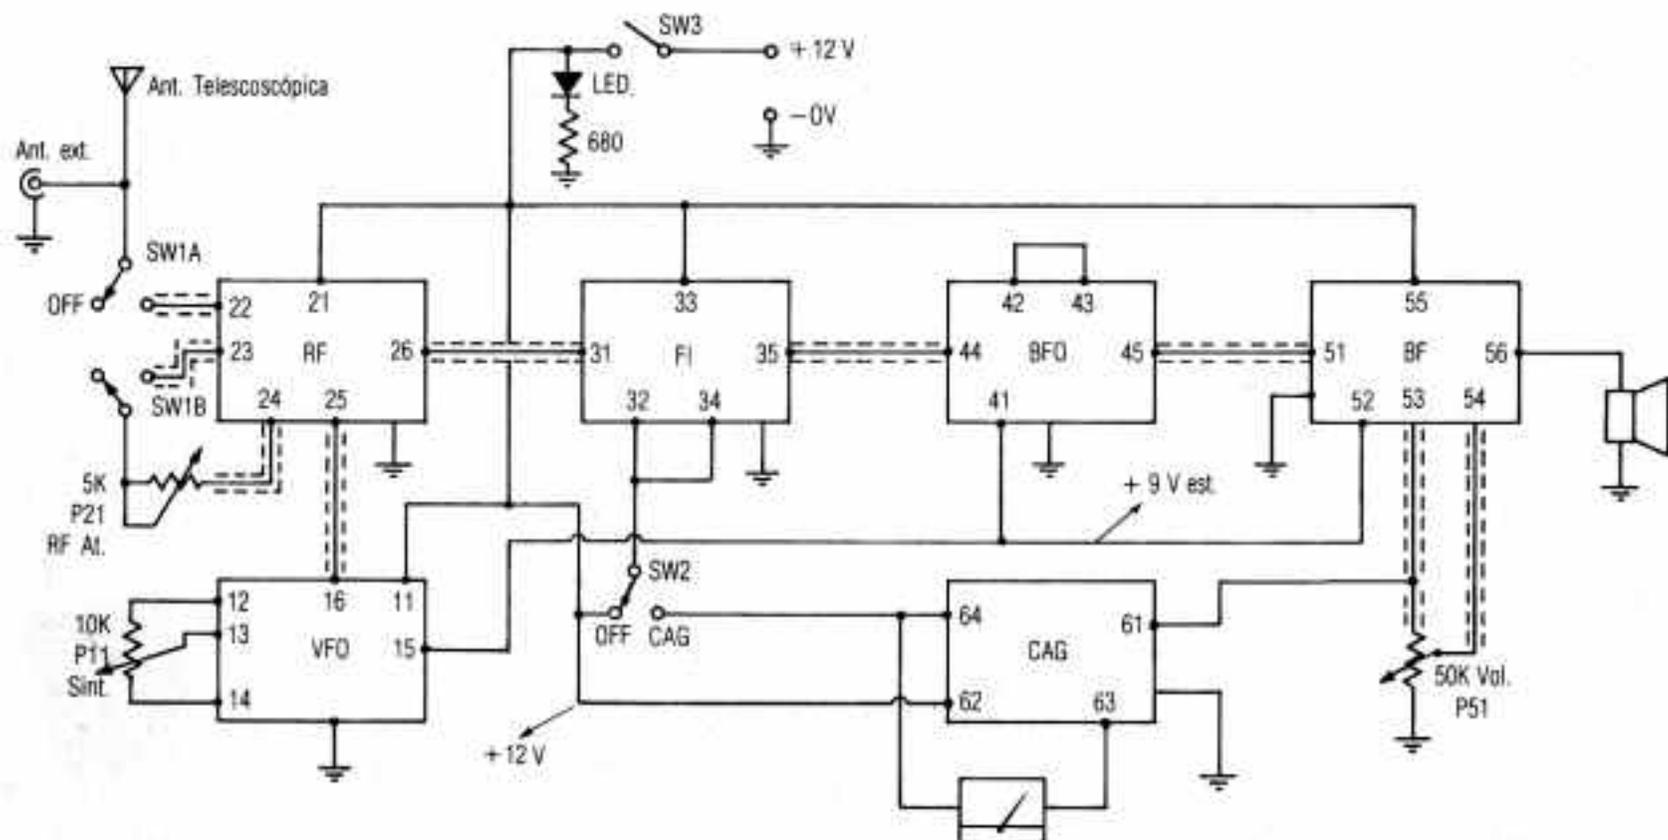

Figura 7. Conexionado del VM-14.
**Ajuste del conjunto completo.** Ahora procederemos a retocar todo el receptor como tal. Después de comprobar cada módulo, se conectarán entre sí y a los potenciómetros y conmutadores del panel frontal siguiendo el plano de conexión de la figura 7.